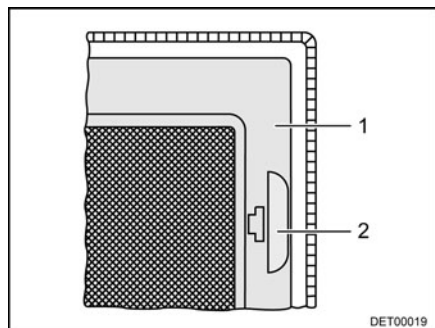

Fig. 57 Moustiquaire
- Tirer sur la poignée (Fig. 57,2).
- Rabattre la moustiquaire (Fig. 57,1) vers le bas.
- Faire basculer la moustiquaire (Fig. 57,1) vers le haut jusqu'à ce qu'elle s'enclenche.